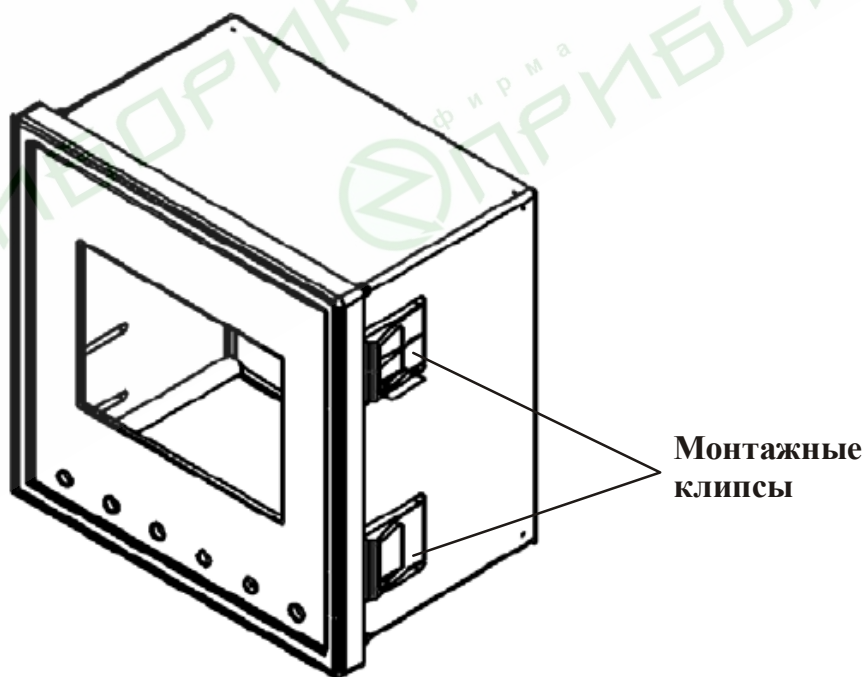

Рис. 2
2. Установите прибор в подготовленное отверстие, стараясь не повредить монтажные клипсы (рис. 2). С небольшим усилием закрепите прибор в отверстии панели с помощью клипс.